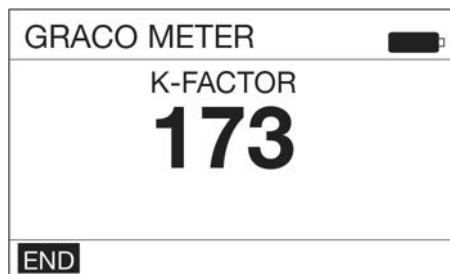

图 17
- 当刚好 1 夸脱或 1 升流体分配到容积瓶中时，使用键盘中央的 ENTER 按钮选择“结束”。显示分配的流体量的屏幕出现（图 17 显示了“分配的容积”屏幕示例）。